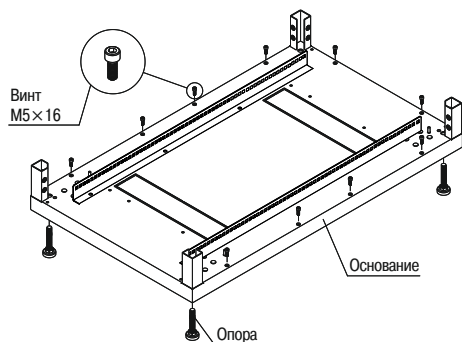

Рисунок 1 – Нижнее основание
4.2.1 Извлеките из первого места составные части изделия. Установите на нижнее основание опоры и винты М5×16 (10 шт.) с цилиндрической головкой (рисунок 1).